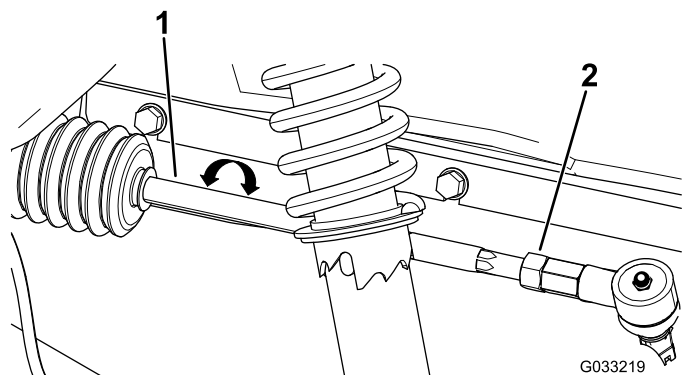

図 42
2. 前後の測定値の差が所定範囲03 mmにならない場合は、タイロッドの外側端部にあるジャムナットをゆるめて調整を行う図 42。